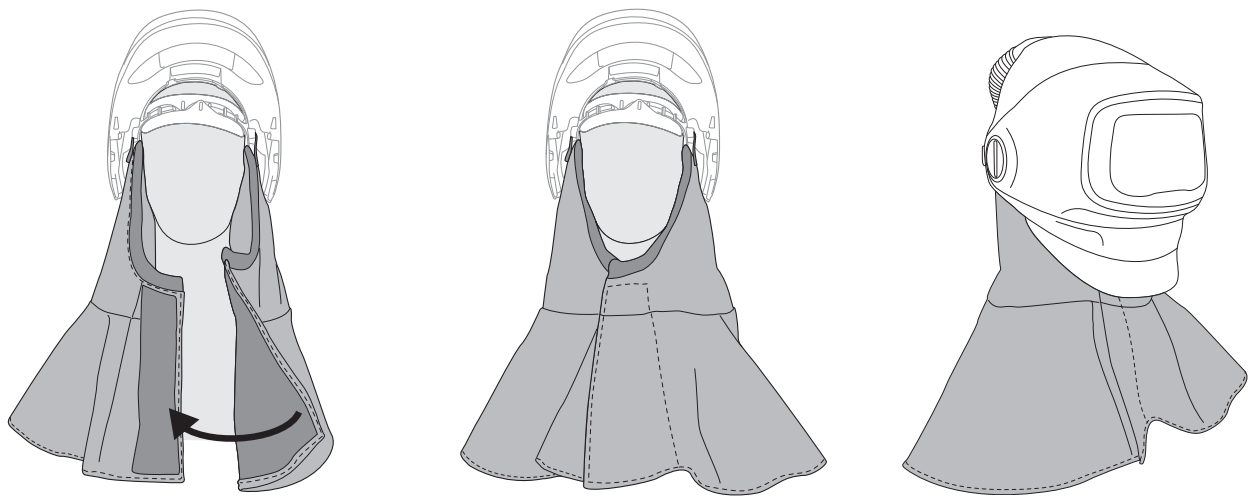

Fig. 29g
- f. Pour enfiler le masque de soudeur avec la cagoule, ouvrir le joint à attaches à boucle et à crochet, placer la cagoule derrière la tête, puis abaisser le masque de soudeur. Ensuite, serrer la coiffe et refermer les attaches à boucle et à crochet situées à l'avant de l'utilisateur (Fig. 29g).